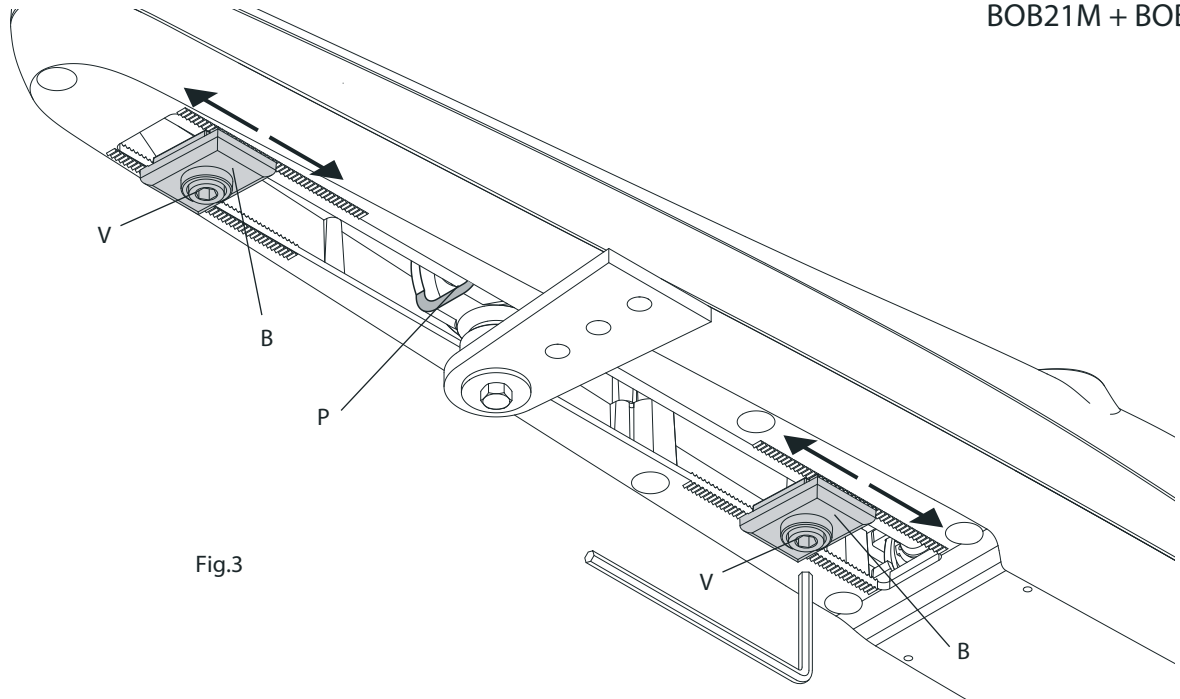

Fig.3
De mechanische stop kan als volgt worden aangepast (Fig.3):
2. Draai schroef V een beetje los (Fig.3), totdat blok B verschoven kan worden
Zorg dat de poort gesloten is. Las beugel S in een stevige kruisverbinding of op een robuust element op de poort volgens de afmetingen in Fig.3. Houdt er rekening mee dat in deze toestand de motor op het einde nog wat vrije ruimte heeft.
Verwijder beschermkap C door schroef F los te draaien, bevestig vervolgens de motor op plaat P met schroef T, ring L en moer D (Fig.3).
De BOB2124 motoren zijn uitgerust met elektromagnetische sensoren die instelbaar zijn voor het openen en sluiten, deze zijn gemonteerd op de mechanische eindschakelaars, zie Fig.3.